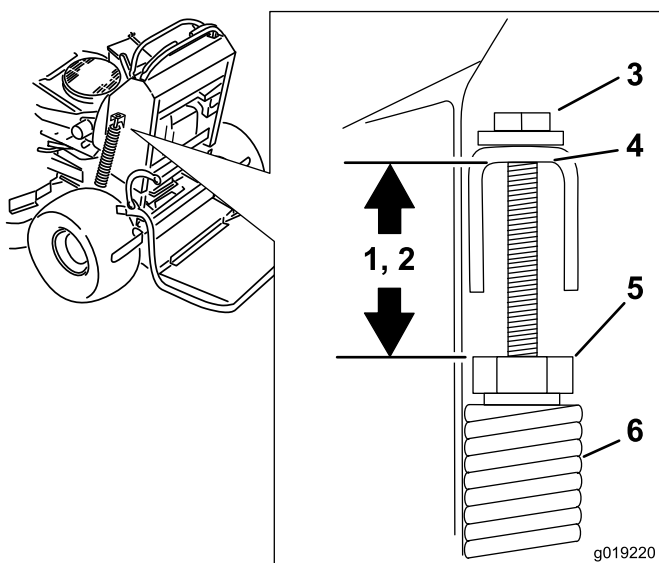

Figure 93
2. Vérifiez la distance entre l'écrou de ressort et le bas du support en U soudé (Figure 93).
3. La distance doit être comprise entre 47 et 50 mm (1,8 et 2 po) pour les tabliers de coupe de 122 et 132 cm (48 et 52 po) et entre 43 et 46 mm (1,7 et 1,8 po) pour les tabliers de coupe de 152 cm (60 po) (Figure 93).
4. Au besoin, réglez la distance en ajustant le boulon en haut du support en U (Figure 93).